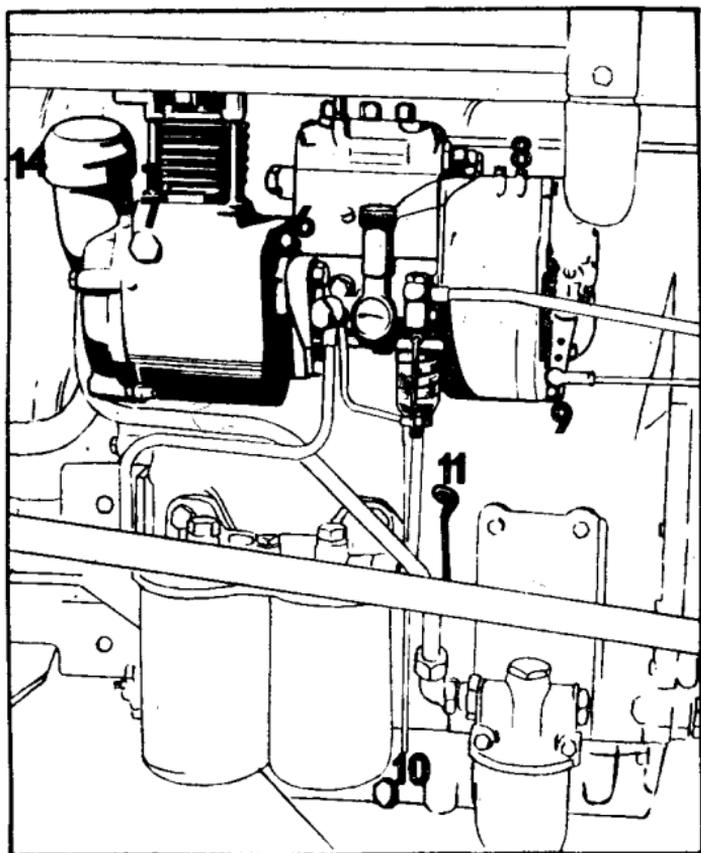
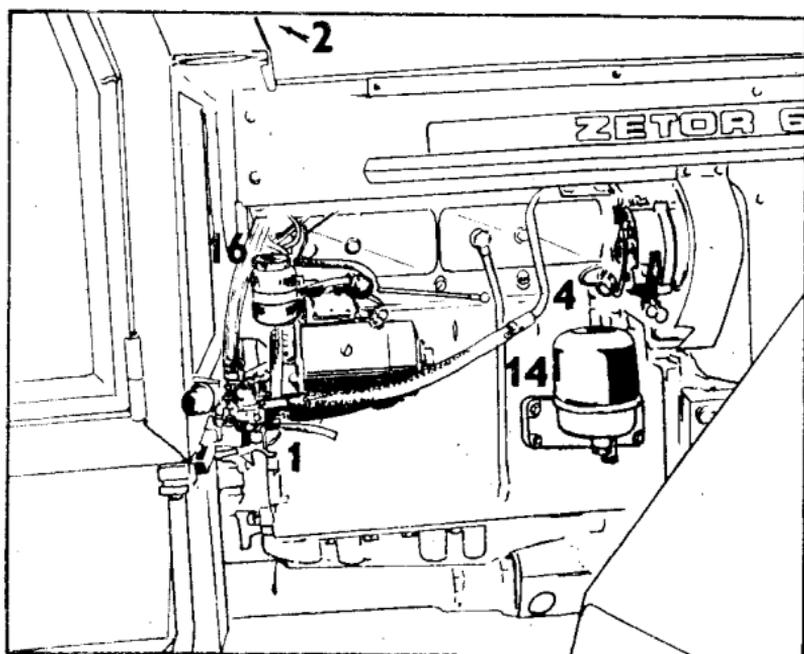

Fig. 7
Fig. 8
6. Levier de commande du compresseur (fig. 7/6).
Engagement du compresseur s'opère au ralenti en tirant simultanément un peu le fil frein et en déplaçant la manette (fig. 7/6) vers le radiateur.
7. Fil frein (fig. 7/7).
2. Trou de remplissage du carburant (fig. 8/2).
4. Robinet de vidange du liquide du bloc moteur (fig. 8/4).
6. Trou de vidange du liquide de refroidissement du chauffage (fig. 8/1).
8. Trou de remplissage de l'huile dans le corps de la pompe à injection et du régulateur (fig. 7/8).
9. Trou de remplissage de l'huile dans le moteur (fig. 7/14 - sur les types Z 4911, fig. 8/14 - Z 6911—Z 6945 avec cabine de sécurité).
10. Trou de vidange de l'huile hors du corps de la pompe à injection et du régulateur (fig. 7/9).
11. Vis de vidange de l'huile du moteur (fig. 7/10).
12. Jauge de l'huile du moteur (fig. 7/11).
17. Trou de remplissage pour le liquide de frein (fig. 8/16).